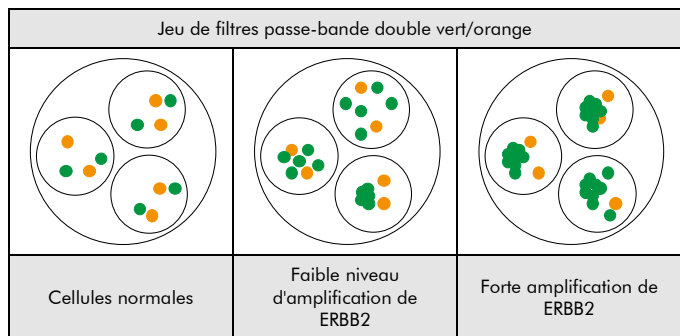

Fig. 2: Résultats attendus dans les noyaux en interphase normaux et présentant une aberration
**Situation normale :** Dans les interphases de cellules normales ou de cellules sans amplification impliquant la région du gène ERBB2, deux signaux verts et deux signaux orange apparaissent (Voir figure 2).
**Situation aberrante :** Dans les cellules présentant une amplification de la région du gène ERBB2, on observe un nombre accru de signaux orange ou de grappes de signaux orange (Voir figure 2).